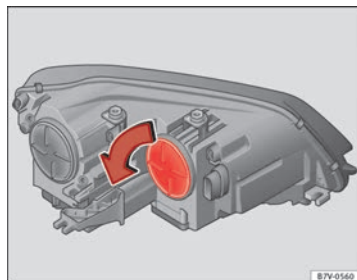

Abb. 207 Im Motorraum:
3.	Abdeckung ⇒ Abb. 207 in Pfeilrichtung drehen und abziehen.
8.	Abdeckung ⇒ Abb. 207 entgegen der Pfeilrichtung bis zum Anschlag drehen.